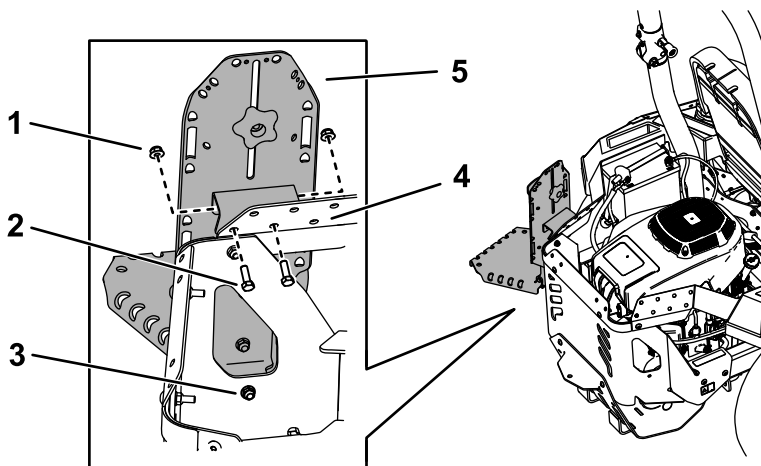
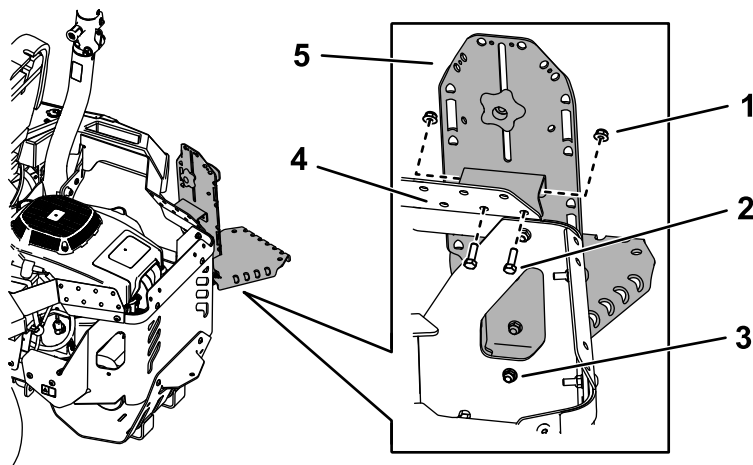

Figure 13
Figure 14
1. Fixez l'ensemble support à la protection supérieure latérale à l'aide de 2 boulons (5/16" x 1") et 2 écrous (5/16"), comme montré à la Figure 13 ou la Figure 14.
3. Fixez le bas du support principal à la protection du moteur à l'aide de 1 boulon de carrosserie (5/16" x 7/8") et 1 écrou (5/16"), comme montré à la Figure 13 ou la Figure 14.